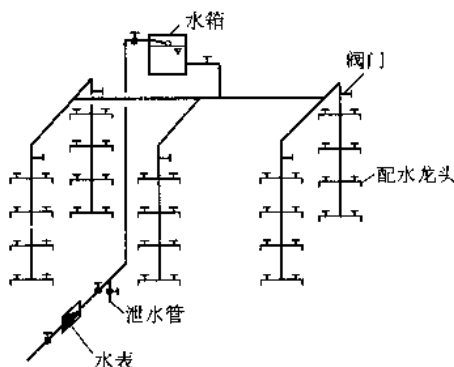

图 1—4 设水箱给水方式 B
(3) 设水泵的给水方式。当室外给水管网的水压经常不足时，可采用设水泵的给水方式，如图 1—5 所示。当建筑内用水量且较均匀时，用恒速水泵供水；当建筑内用水不均匀时，采